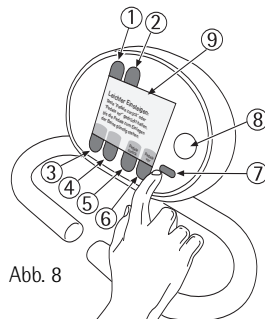

Abb. 8
8. **Beenden der Übung / Auswertung:** Vor Beendigung der Übung sollten Sie sich nochmals einige Minuten passiv durchbewegen lassen, um die Muskulatur – gegebenenfalls auch Ihre Spastik – zu lockern. Zur Beendigung des Trainings drücken Sie die rote „start/stop“-Taste ⑧ (siehe Abb. 8) zweimal. Bei einmaligem Drücken der
4. **Beginn der Übung:** Drücken Sie die rote „start/stop“-Taste 8 (siehe Abb. 8) und dann die Taste „Armtrainer“ 3. Die Handgriffe 17 beginnen nun automatisch, sich langsam in Bewegung zu setzen. Lassen Sie sich zum Aufwärmen zunächst einige Minuten vom Motor „passiv“ durchbewegen.